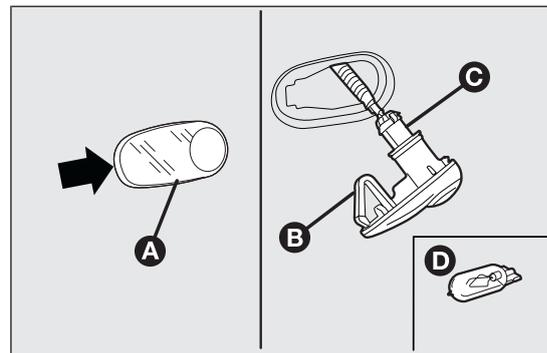

fig. 162
- intervenir en el transparente A fig. 162 de forma que se comprima la ballestilla interior B, a continuación extraer el grupo hacia el exterior;